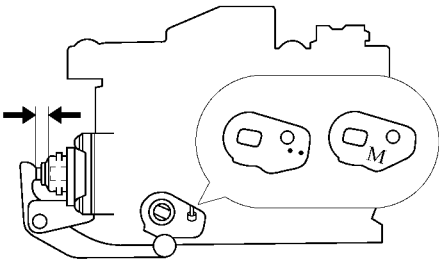

图 2-36 检查调整加速泵
(9) 检查调整加速泵。转动节气门轴，检查加速泵拉杆和膜片杆的移动是否平滑，以及柱塞行程的长度，如图 2-36 所示。